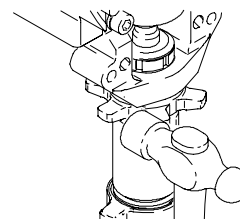

Рис. 17
6. См. Рис. 17. Ослабьте контргайку сильным ударом молотка весом 20 унций (максимум). Открутите насос.